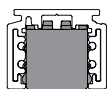
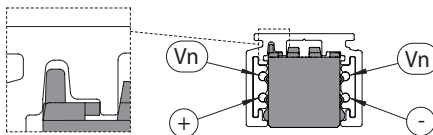
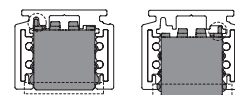

Fig. 10
Fig. 11
Fig. 12
Esistono due tipologie di giunti lineari: quelli non polarizzati (senza chiavi meccaniche, codice 9503/...-E fig.10) e quelli polarizzati (con chiavi meccaniche, codice 9503-K/...-E fig.11). Nel caso si utilizzino i giunti lineari polarizzati prestare particolare attenzione all'inserimento del giunto nel binario, una volta inserito con la chiave orientata correttamente, il giunto deve essere completamente a filo del binario, senza sporgere e la chiave non deve essere in interferenza col binario (fig.12).
*There are two types of linear joints: the non-polarised version (without mechanical key, code 9503/...-E Fig. 10) and the polarised version (with mechanical key, code 9503-K/...-E Fig. 11). If polarised linear joints are used, take special care when inserting the joint into the track; once it has been inserted with the key properly oriented, the joint must lie completely flush with the track without protruding, and the key must not interfere with the track (Fig. 12).*